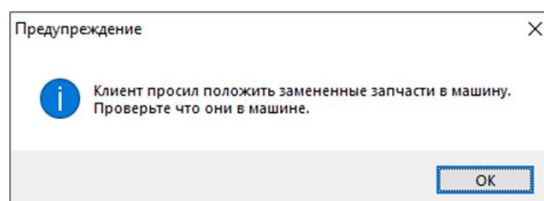

рис. 300
7.3. На экране появится окно с напоминанием о том, что необходимо сделать с демонтированными деталями: оставить в машине (рис.300).